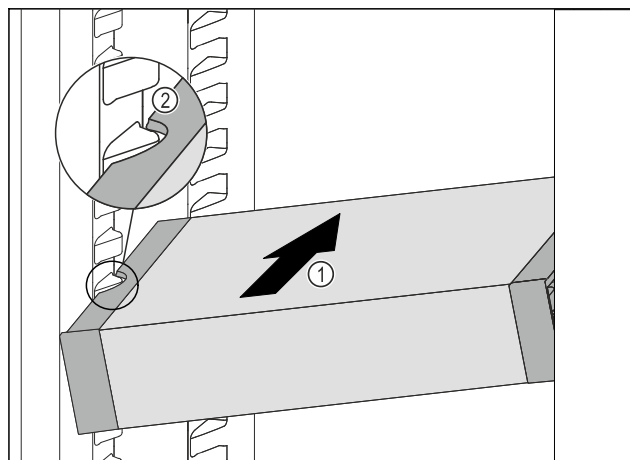

Fig. 98
- Insérer le VarioSafe en biais dans la partie réfrigérateur Fig. 98 (1) jusqu'à ce que les encoches latérales Fig. 98 (2) du VarioSafe se trouvent à la hauteur de la nervure du bac dans la partie réfrigérateur.